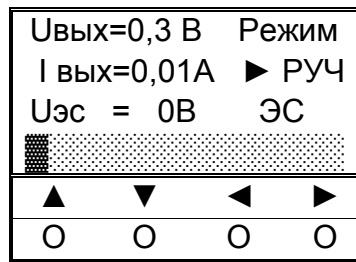

Рисунок 16
3. С помощью кнопок управления «◀», «▶» установить ползунок в нижней строке индикатора в крайнее левое положение, проконтролировать значения параметров: $U \leq 0,5\text{В}$, $I \leq 0,03\text{А}$ (рисунок 16).